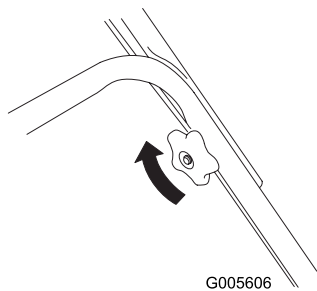

Bild 8
- Ziehen Sie die Handräder so fest wie es geht (Bild 8).